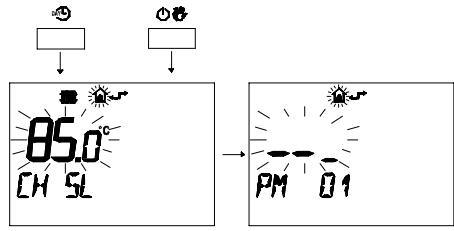

fig. 8.11
- 2 Premere contemporaneamente i pulsanti  e  per entrare nella programmazione trasparente fig. 8.11